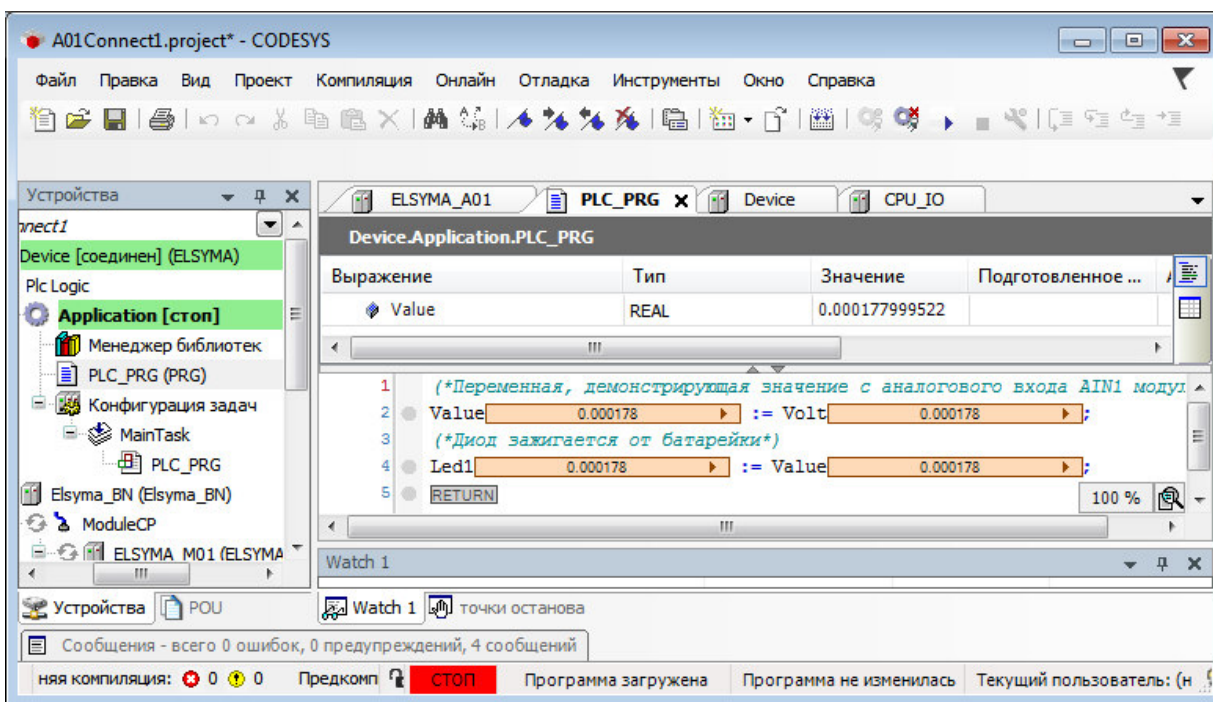

Рисунок 3.12 - Редактор POU. Загрузка задачи в контроллер
1. Перейти в редактор **POU** на закладку **PLC\_PRG** и подключиться к контроллеру, выбрав команду **Логин** в меню **Онлайн** или нажав клавиши **[Alt]+[F8]**. На вопрос о загрузке задачи в контроллер следует нажать кнопку «Да». В строке статуса программы *CoDeSys* отображается состояние **СТОП** (рисунок 3.12).